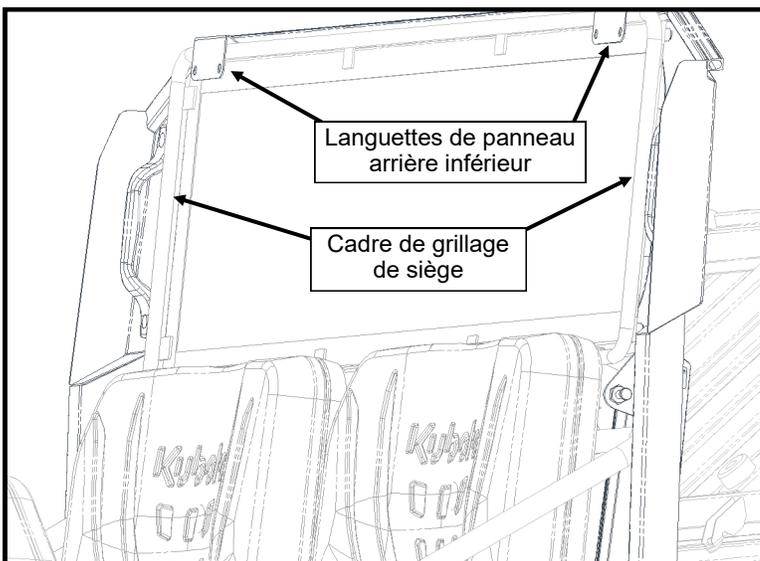
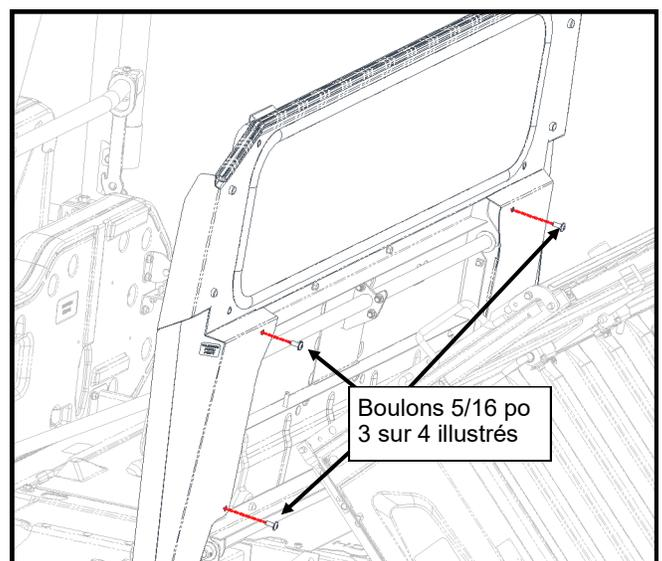

Figure 4.1 : Panneau arrière inférieur sur le grillage de siège
Figure 4.2 : Panneau arrière inférieur sur le grillage de siège
- 4.3 Placez le panneau arrière inférieur sur le dossier du siège, avec les languettes en haut du panneau accrochées sur le cadre de l'écran du siège (voir figure 4.1). Alignez les trous dans le panneau sur les inserts filetés dans les supports du panneau arrière et fixez le panneau avec quatre boulons de 5/16-18 x 3/4 po (voir Figure 4.2). Centrez le panneau arrière inférieur sur le dossier du siège et serrez les boulons bien ajustés.